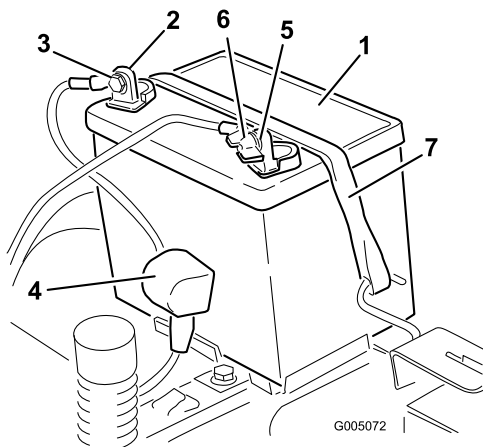

Bild 31
- Klemmen Sie das Minuskabel (schwarz) vom Batteriepol ab (Bild 31). Bewahren Sie alle Befestigungen auf.
5. Schieben Sie die Gummiabdeckung am Pluskabel (rot) nach oben. Klemmen Sie das Pluskabel (Rot) vom Batteriepol ab (Bild 31). Bewahren Sie alle Befestigungen auf.
6. Nehmen Sie die Batterieklemme ab (Bild 31) und heben Sie die Batterie aus dem Ständer heraus.
1. Legen Sie die Batterie in den Ständer, wobei die Klemmen zur Betriebsstellung weisen (Bild 31).
5. Befestigen Sie die Batterie mit der Befestigung (Bild 31).